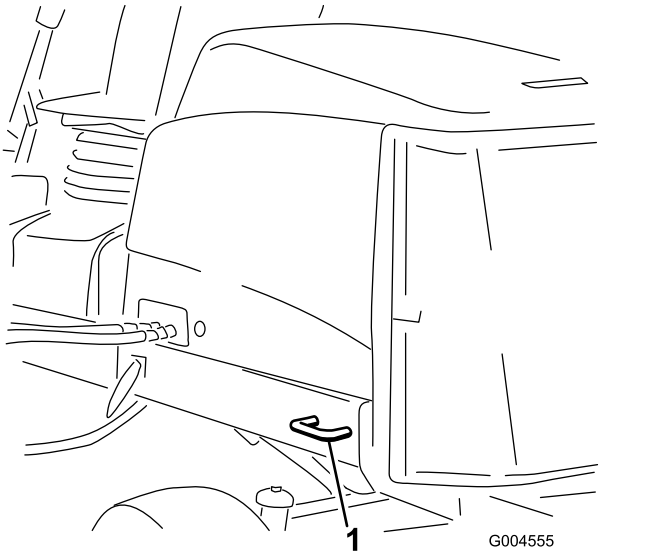

Bild 73
- Hinten: Jede Maschinenseite am hinteren Rahmen (Bild 73)